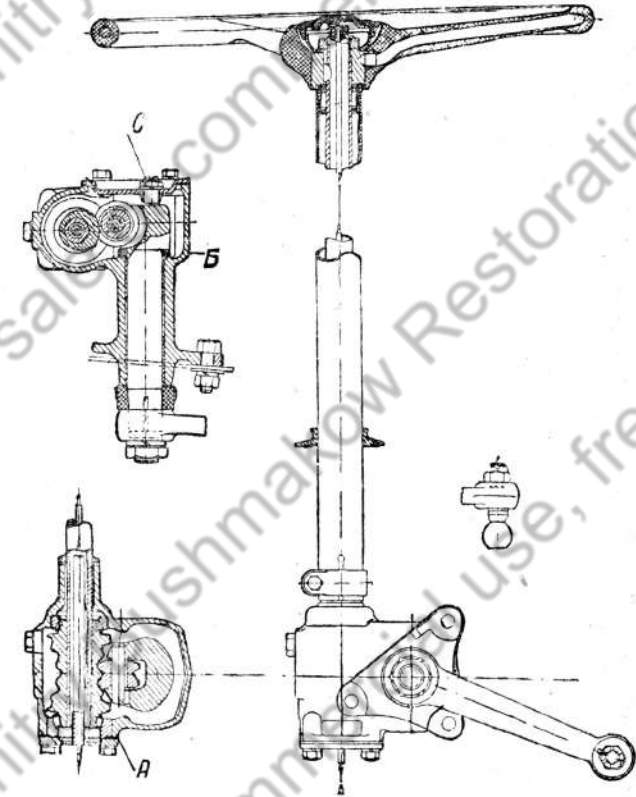
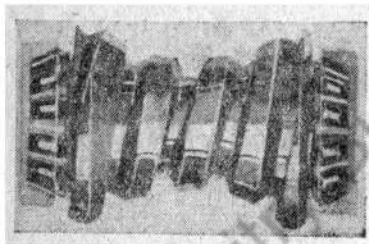

Рис. 74. Рулевой механизм
Рис. 75. Глобоидальный червяк
**Рулевое управление.** Рулевая передача — типа «червяк и двойной ролик» (рис. 74). Глобоидальный червяк1 посажен на двух конических роликовых подшипниках (рис. 75). Двойной ролик вращается на игельчатом подшипнике, а вал рулевой сошки — на двух бронзовых втулках. Втулки для уменьшения износа имеют большую длину и далеко расставлены. Сошка
1. Регулировка продольного люфта червяка достигается при помощи изменения числа прокладок **А** (рис. 74), помещенных под нижней крышкой червяка.